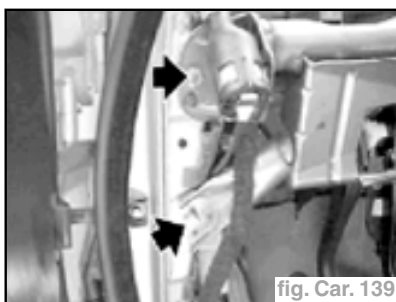

fig. Car. 139
- Défaire le renfort transversal droit et gauche. (fig. Car. 139)